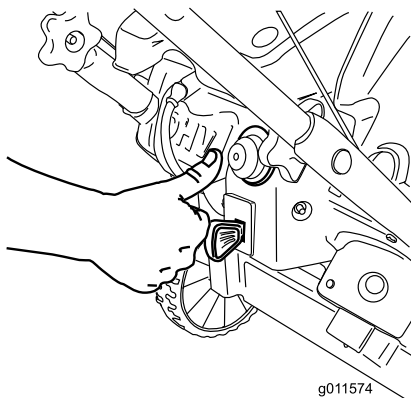

Рисунок 17
3. Резко нажмите 2 раза кнопку заливного насоса большим пальцем, каждый раз на секунду удерживая ее в нажатом состоянии перед отпусканьем (Рисунок 17).